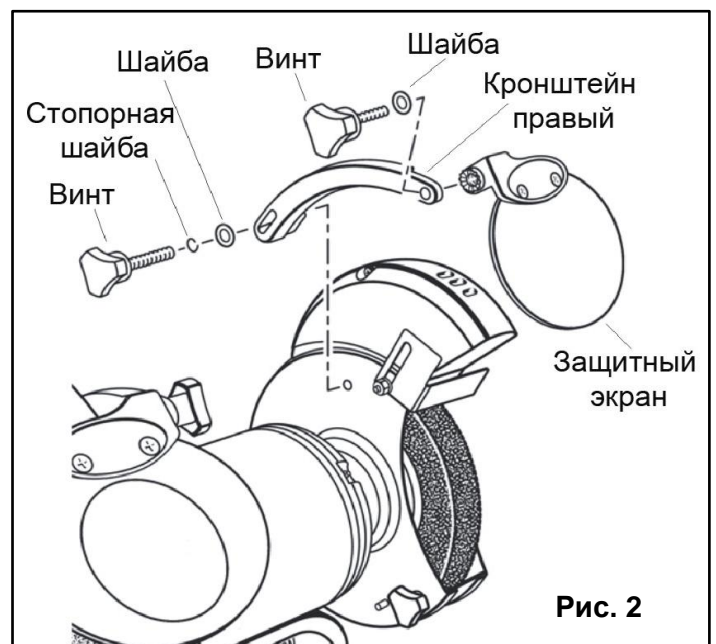

Рис. 2
Установка защитного экрана (Рис. 2)
- Прикрепите защитное увеличительное стекло к держателю при помощи винта (Рис. 2).